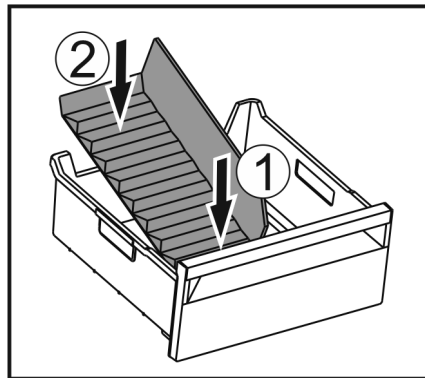

Fig. 100
- Voorste deel van de ijsvak-scheider plaatsen. Fig. 100 (1)
- Achterste deel van de ijsvak-scheider tot de bodem van de lade laten zakken. Fig. 100 (2)